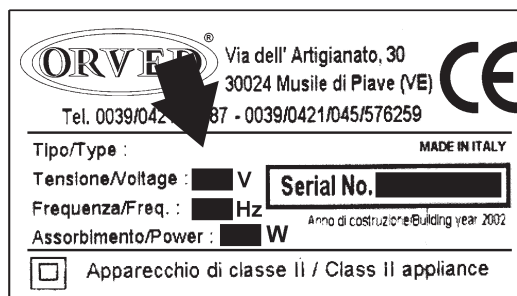

Fig. 2
- une cuve en acier inox (chambre à vide ou "cloche") (C) à l'intérieur de laquelle le vide est réalisé et les sachets sont scellés au moyen des barres de soudure (D) ; elle est équipée d'un couvercle en plexiglas transparent (A) ouvrant à travers lequel il est possible de voir les phases de travail. La profondeur interne de la cuve peut être changée au moyen des plateaux en plastique (B) fournis avec l'appareil ;
- une carcasse en acier inox (E) sur laquelle se trouvent, sur le devant, le panneau de commandes et l'interrupteur principal ; à l'arrière, la carcasse est fermée par un panneau en acier inoxydable.
Les modèles VM12, VM16 et MULTIPLE 315-P8 ont un panneau latéral (F) pour l'appoint d'huile pompe ; sur les autres modèles, l'appoint est situé dans la partie postérieure de la conditionneuse (Fig. 2).
- a) Vérifier au préalable que la tension indiquée sur la plaque signalétique de la machine est celle de votre réseau (Fig. 2).